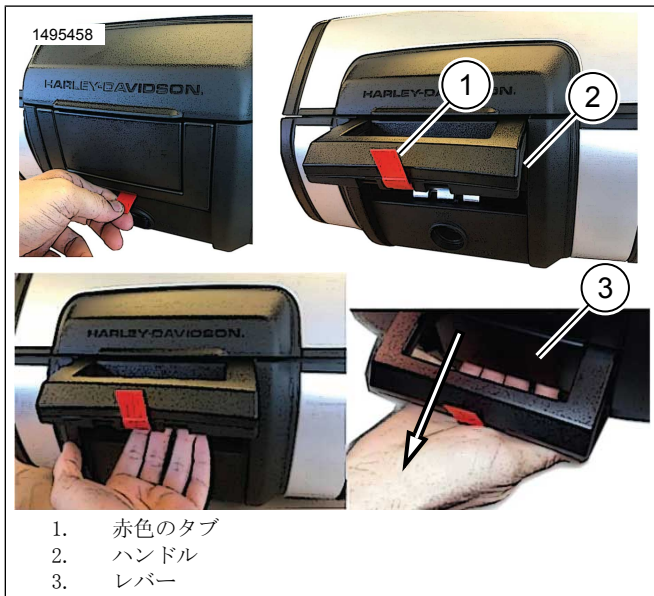

図2。トップケースを開けます
- 図2 トップケースを開き、ロックセットの位置を確認します。